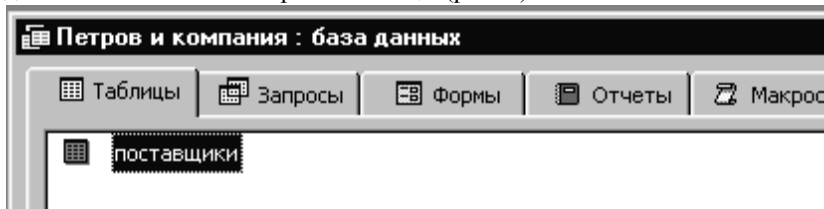

Рис. 5. Создана таблица «Поставщики»
- Особое место занимает поле «МЕМО». Как уже было отмечено выше, реляционная модель предполагает равенство в каждой записи длин соответствующих полей. Часто пользователь хочет оставить за собой возможность ввода дополнительной текстовой информации о предмете. Во-первых, не все можно предусмотреть на стадии разработки. Во-вторых, текстовая строка, которую Вы хотели бы разместить в данном поле, может иметь широкий диапазон длин. Тогда, зарезервировав небольшую длину, Вы лишаете себя возможности в некоторых записях хранить весь текст. Зарезервировав же максимально возможную длину, Вы существенно увеличиваете объем каждой записи, а значит, и всей таблицы, что ведет не только к неэффективному использованию памяти, но и к замедлению значительной части операций над данными таблицы. Поле «МЕМО» решает эту задачу путем компромисса: текстовое поле имеет неограниченную длину, но зато хранится вне таблицы. В таблице хранится только ссылка на текст. Таким образом, доступ к информации, хранящейся в полях «МЕМО», значительно замедляется и эти поля нецелесообразно брать за основу сортировки или использовать в операциях типа поиска. Такие поля, как правило, служат для того, чтобы пользователь имел возможность получить более подробную или не укладывающуюся в структуру таблицы информацию об отдельном предмете. Сформировав структуру таблицы, выйдем из «Конструктора». Нажмем «крестик» в правом верхнем углу окна «Конструктора» и в появившемся диалоговом окне на вопрос «Сохранить изменения?» ответим «Да». В окне «Сохранение» дадим таблице имя «поставщики». Любым объектам базы данных желательно присваивать имена, непосредственно указывающие на их назначение! Теперь в разделе «Таблицы» окна базы данных появится имя первой таблицы (рис. 5).